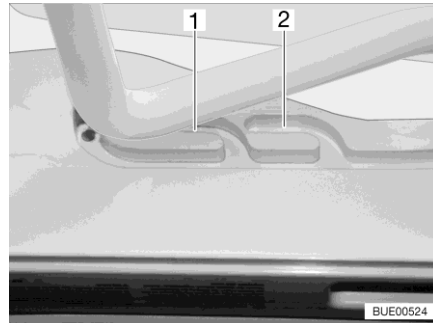
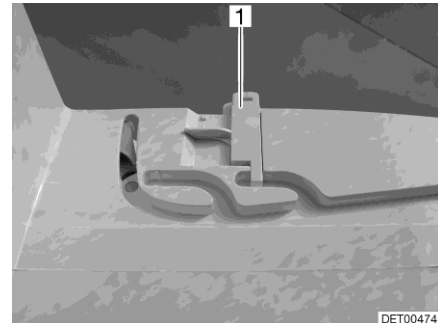

Bild 116 Spår (ventilationsläge)
Bild 117 Lås (ventilationsläge)
Heki-takluckan kan ställas i två ventilationslägen: Läget för dåligt väder (Bild 116,1) och mittläget (Bild 116,2). Beroende på modell kan takluckan låsas i mittläget med de båda spärrarna (Bild 117,1) till höger och vänster om ramen till takluckan.
- Tryck bygeln lätt uppåt och skjut in den i det valda spåret (Bild 116,1 eller 2) och lås eventuellt.